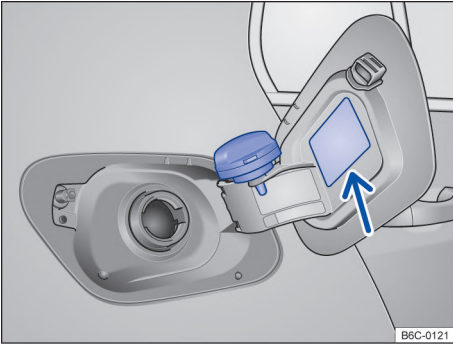

Fig. 157 Portezuela del depósito de combustible abierta con el tapón de cierre del depósito de combustible colgado.
- Retirar el tapón del depósito girándolo en sentido antihorario y encajarlo en el soporte de la tapa del depósito → fig. 157.